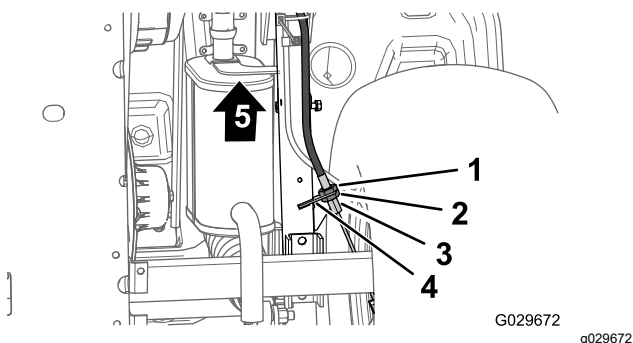

Bild 66
3. Lockern Sie an der Unterseite der Maschine die hintere Klemmmutter für den Gewindeeinsteller des Feststellbremszugs um vier Umdrehungen (Bild 66).
4. Ziehen Sie die vordere Klemmmutter an (Bild 66).
- A. Lockern Sie die vordere Klemmmutter (Bild 66) für den Gewindeeinsteller des Feststellbremszugs um eine Umdrehung.
- B. Ziehen Sie die hintere Klemmmutter an (Bild 66).
- A. Lockern Sie die hintere Klemmmutter (Bild 66) für den Gewindeeinsteller des Feststellbremszugs um eine Umdrehung.
- B. Ziehen Sie die vordere Klemmmutter an (Bild 66).